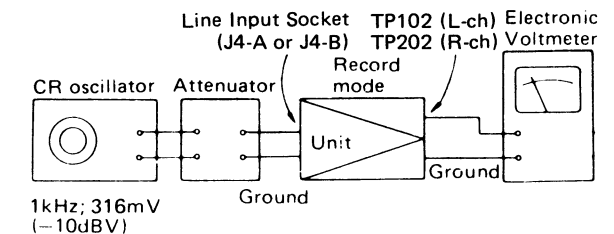

Figure 8-1
1. Connect instruments as shown in Figure 8-1.
1. Die Instrumente gemäß Abbildung 8-1 anschließen.
1. Brancher les appareils comme le montre la Figure 8-1.